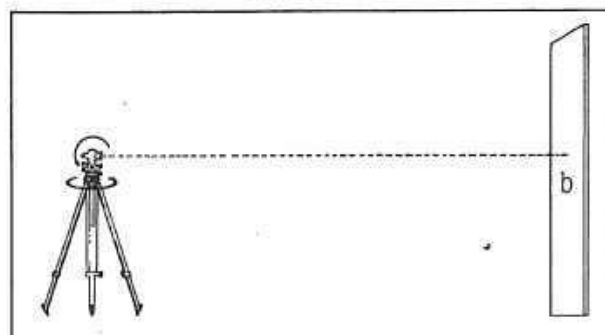

図57
- 3) 望遠鏡を反位にし、本体を180°回して同じ目標の水平目盛（例  $b=198^{\circ}34'40''$ ）を記録します。（図57）